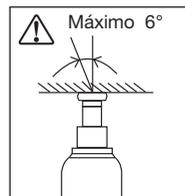

Fig. 3 - Carga Inclinada
**⚠ WARNING** Durante o levantamento, a inclinação da carga não deve exceder 6 graus. Ver Fig. 3.